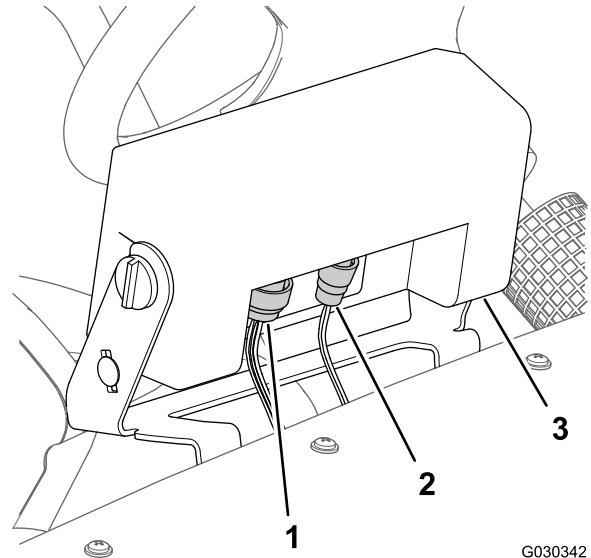

图 5
- 在 Pro Control 控制台前面——将机器线束的 3 针接头与控制台的 3 插槽接头断开图 5。
- 断开控制台的 16 插槽接头图 5。